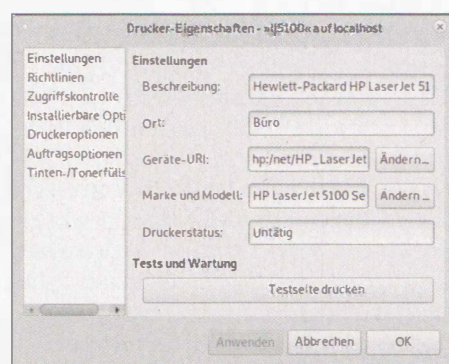

Bild 21: Abschluss der Konfiguration eines HP-Druckers
- Zum Abschluss wird das Einstellungs-menü des Druckers angezeigt, Bild 21, und ein Testausdruck angeboten. Unter *Druckeroptionen* lassen sich nun Vorgaben für das Papierformat, Simplex- oder Duplexdruck, usw. eintragen. Diese gelten dann systemweit.